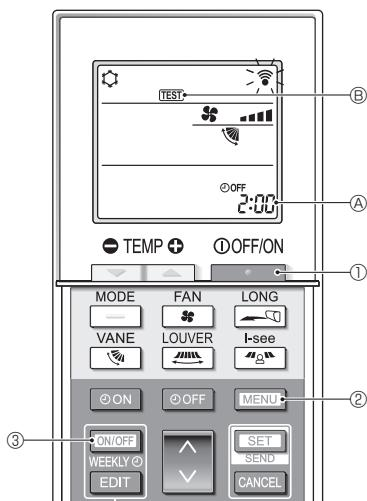

Fig. 7-5
7.2.2. Utilisation de la télécommande sans fil (Fig. 7-5)
- Appuyez sur le bouton ① pour arrêter le climatiseur.
- Si la minuterie hebdomadaire est activée (WEEKLY est affiché), appuyez sur le bouton ON/OFF WEEKLY ③ pour la désactiver (WEEKLY disparaît).
- Appuyez sur le bouton MENU ② pendant 5 secondes.
- CHECK ④ s'allume et l'appareil entre en mode service.
- Appuyez sur le bouton MENU ②.
- TEST ⑤ s'allume et l'appareil entre en mode essai de fonctionnement.